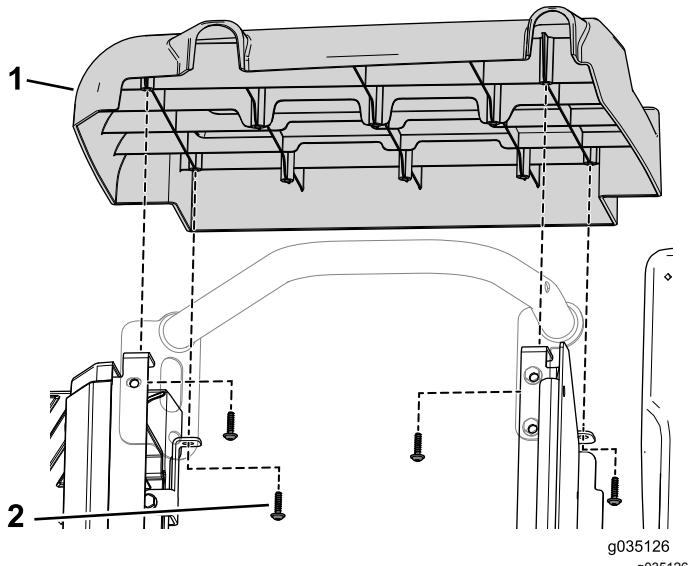

Bild 9
3. Befestigen Sie die rechte Seitenwand mit den zuvor entfernten vier Blechschauben (Bild 9).